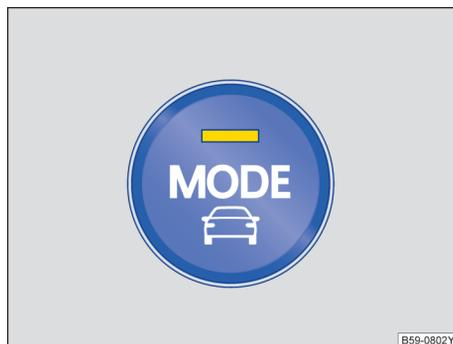

图 113 中控台下部：驾驶模式选择按钮
- 按压驾驶模式选择按键 **MODE** → 图 113。驾驶模式选择菜单显示在信息娱乐系统的显示屏中。已激活的驾驶模式被选中。
- 按压驾驶模式选择按键 **MODE** → 图 113。驾驶模式选择菜单显示在信息娱乐系统的显示屏中。
- 或：重新按下驾驶模式选择按键 **MODE** → 图 113，以便自动选择下一个未激活的驾驶模式。